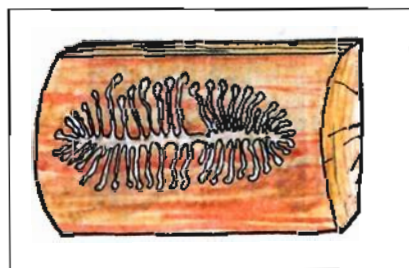

Рис. 99. Червоточина
*Червоточина* — отверстия в древесине, прогрызаемые личинками и жучками (рис. 99). Особенно сильно поражается насекомыми древесина с корой. Червоточина может располагаться как на поверхности ствола, под корой, так и внутри древесины.